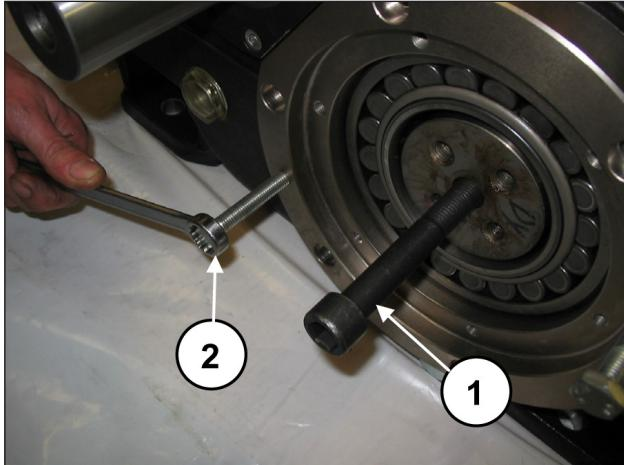
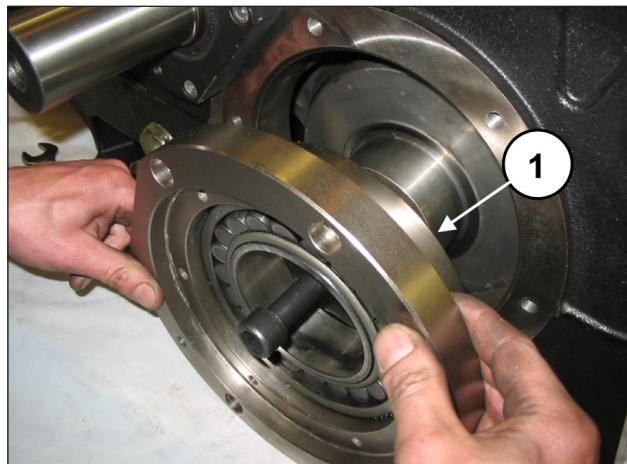

Fig. 23
Fig. 24
Fixer une tige filetée M16 à une extrémité du vilebrequin. (rep. ①, Fig. 23) et, en le maintenant vers le haut, retirer le couvercle porte-roulement avec roulement et joint torique (rep. ①, Fig. 24). Pour faciliter le démontage, utiliser 2 goujons ou vis M10 (rep. ②, Fig. 23) avec la fonction d'extracteurs.